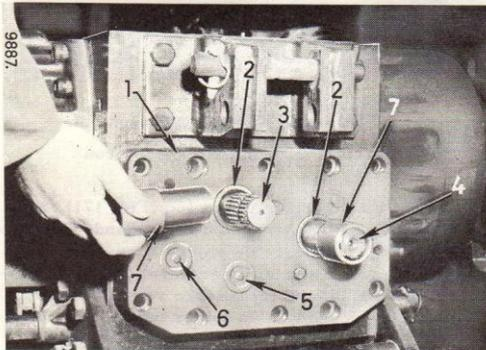

Fig. 174
Dévissez les boulons de fixation du carter (1) (Fig. 174), puis placez des manchons (7) sur l'extrémité des arbres de prise de force (3 et 4), afin d'éviter d'endommager les joints d'étanchéité.